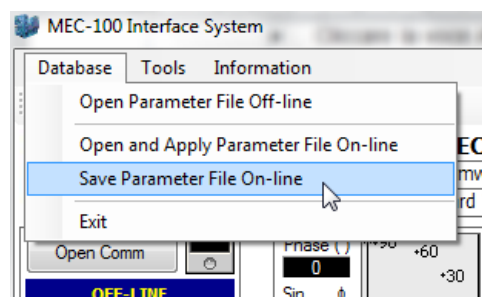

Fig. 5.6.1.a
- Hacer clic en la opción *Archivo* en la barra de menú del MEC-100 Interface System (véase la Fig. 5.6.1.a).